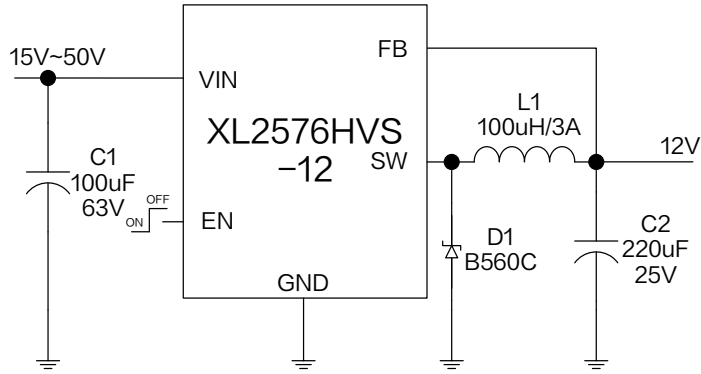

图 10.XL2576HVS-12 系统参数测量电路
**XL2576HVS-12 电气特性** $T_A = 25^\circ\text{C}$ ; 图10系统参数测量电路, 除非特别说明。